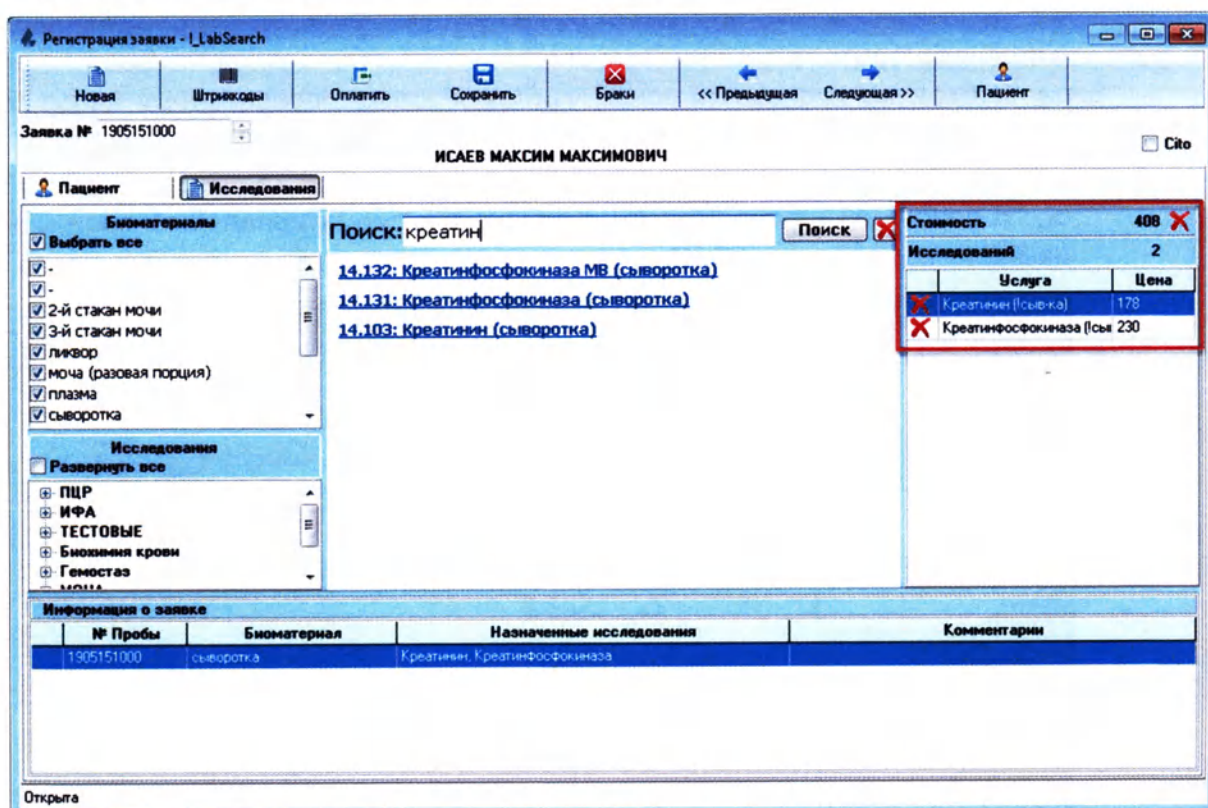

Рисунок 2.47
1. Список выбранных исследований с указанием их цены, суммарной стоимости исследований и количества выбранных исследований, располагается в правой части окна, как показано на рисунке ниже (Рисунок 2.47):